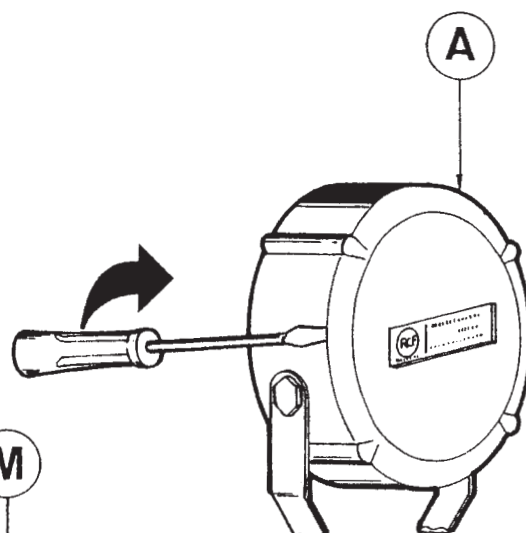

Fig. 9
- Estrarre il fondello **A** facendo leva con un cacciavite come indicato in fig. 9.
- Remove cap **A** with the help of a screwdriver as shown in fig. 9.
- Extraire le capot **A** en faisant levier avec un tournevis comme indiqué sur la fig. 9.